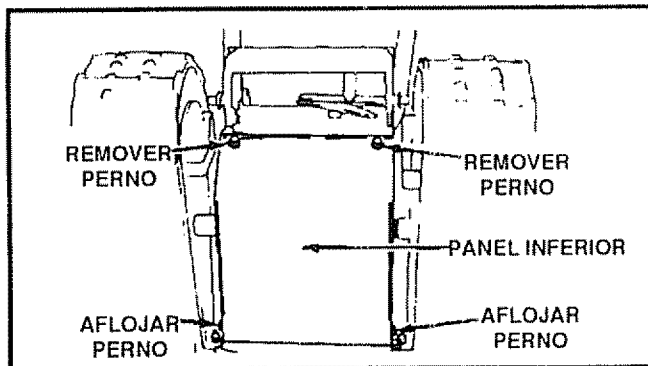

FIG. 34
- Remueva los panele e inferior (See Fig 34)